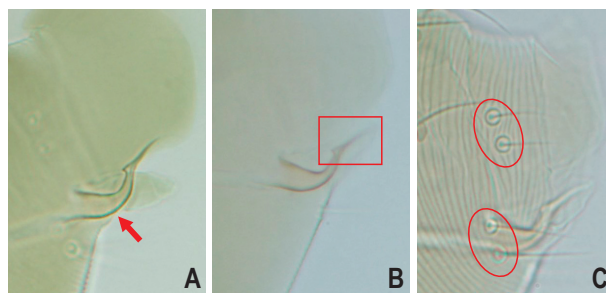

図3 サガミナミハダニ (雄) の胸部末端 (側面)
- (7) ホットプレート (50 ~ 60℃) に数分置く。急ぐときはライターで軽くあぶる。加熱することで脚が伸び、体が透過する。
- (8) スライドガラスの裏面に虫体の位置がわかるように油性ペンで目印をつける。
- (9) 【雄】生物顕微鏡でみて挿入器が真横を向いているか確認する。ピントが挿入器の輪郭全体に合った状態で見えていればよい (図3-A)。挿入器が傾き、ピントが合っていない部分があるとき (図3-B) は、虫体の姿勢を微調整する。カバーガラスの端をピンセットや柄付き針で軽く押すと、虫体が回転するにつれて挿入器が動く。このとき、虫体の上面と下面の対となる肛門周辺の毛の根元 (図3-C) をそれぞれ合わせるようにすると、虫体を背面の正中線で半分につぶした状態になり、挿入器が真横を向きやすい。挿入器が完全に体外に飛び出して虫体の動きに連動しない場合は、挿入器自体の傾きをみながら真横向きに調整するが、その過程で虫体が壊れることがある。なお、カバー